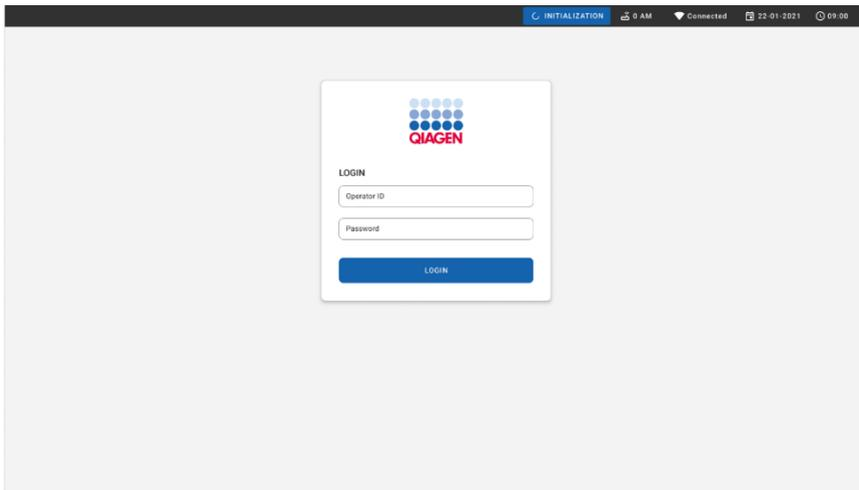

Figura 50. Pantalla Log in (Inicio de sesión).
3. Cuando aparezca la pantalla de inicio de sesión, acceda al sistema (figura 50).